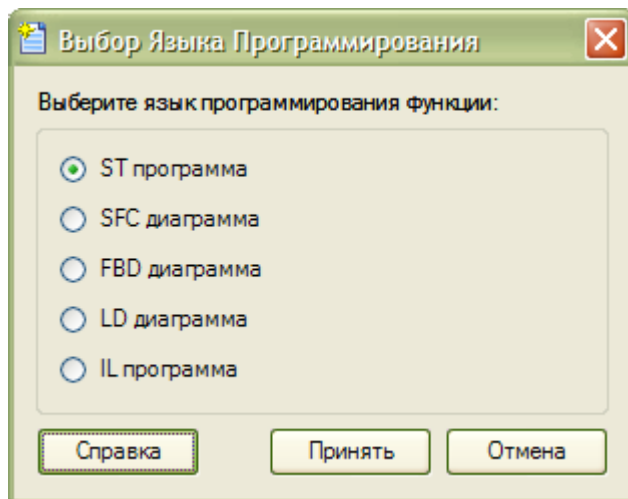

Рисунок 10.1 – Выбор языка программирования
10. Перейдите к написанию кода программы (*Программа#1* → *ЛК*). При этом появится окно выбора языка программирования (см. рис. 10.1). Выберите язык ST.